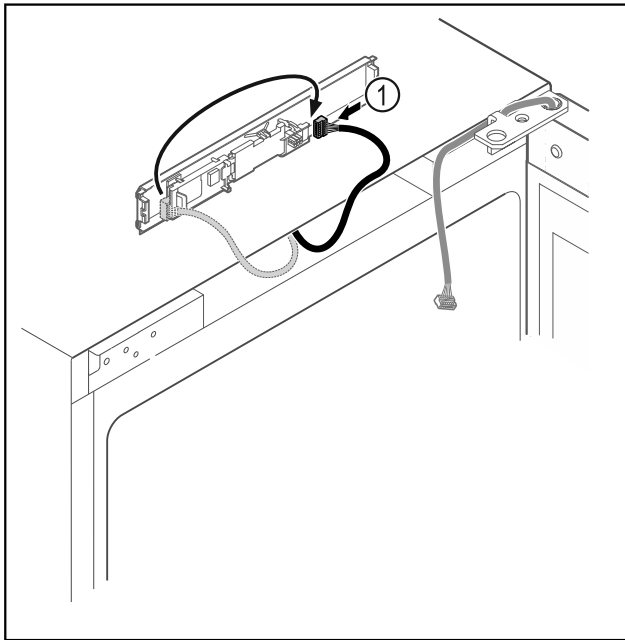

Fig. 14
- ▶ Переставьте штекер Fig. 14 (1) на панели.